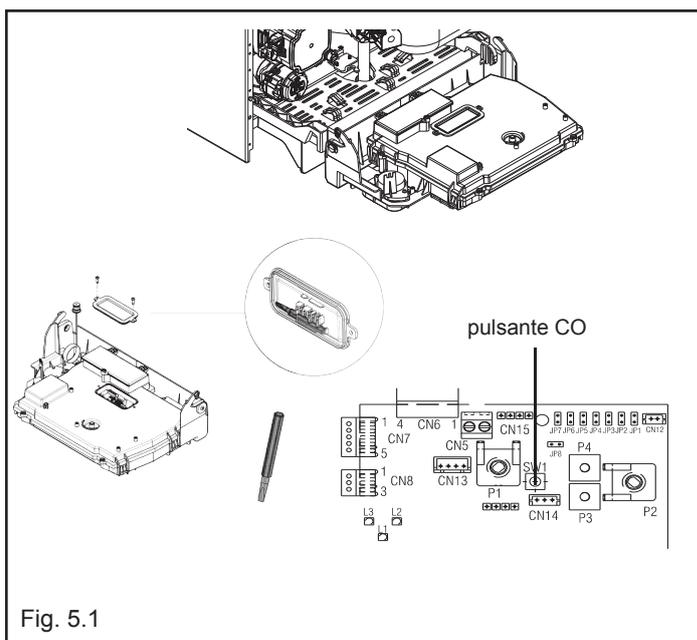

Fig. 5.1
- sganciare, quindi ruotare il cruscotto verso di sé (Fig. 5.1)
- **svitare le viti e rimuovere il coperchietto** per accedere al pulsante "CO" (Fig. 5.1)
- Premere una volta il pulsante "CO" (Fig. 5.1)